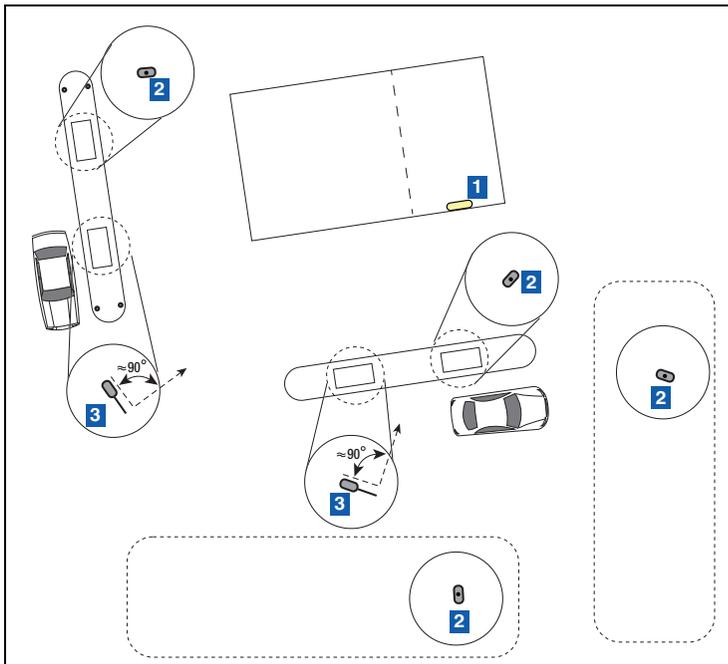

Figura 27. Colocación de antenas transmisoras horizontales
2. Cuando sea imposible instalar el transmisor con la antena orientada verticalmente (perpendicular al suelo), la antena deberá orientarse de forma horizontal (paralela al suelo) y apuntando unos 90 grados hacia la ubicación del gateway (véase la Figura 27).
LEYENDA PARA LOS CUADROS NUMERADOS DE LA FIGURA 27